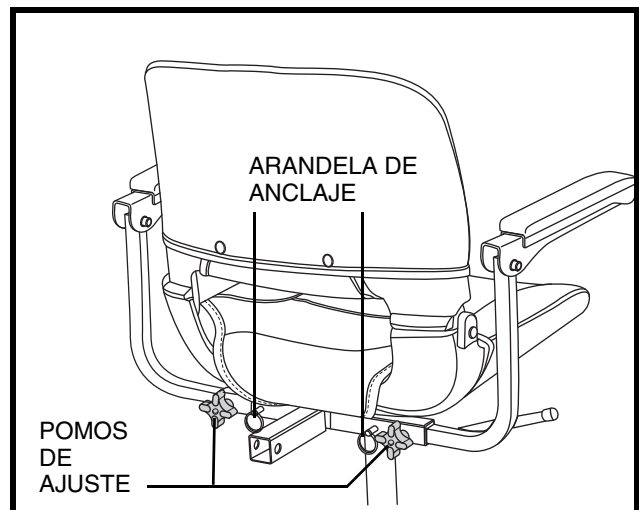

Figure 15. Anchura de los reposabrazos
1. Afloje los pomos de ajuste de los reposabrazos (**fig. 15**).